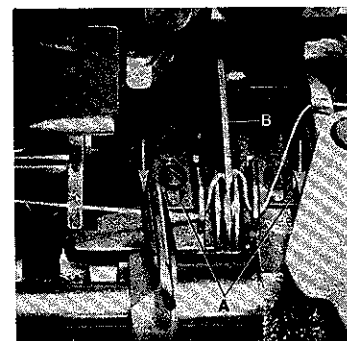

Fig.28
Moving eyelets (A, Fig. 28) in direction of the arrows to the front increases the amount of looper thread in the system, moving to the rear decreases the amount of thread in system.
The finger (B, Fig. 28) controls the looper thread after "cast-off", it prevents the looper thread from being wiped under the blade of the looper, when the looper moves from the right to the left. Set the finger (B) accordingly and make sure that it centers exactly between the take-up discs.
Durch Verschieben der Fadenführungen (A, Fig. 28) in Pfeilrichtung nach vorne wird mehr, durch Verschieben nach hinten wird weniger Greiferfaden abgezogen.
Der Finger (B, Fig. 28) kontrolliert den Greiferfaden nach dem "Abspringen", er verhindert, daß der Greiferfaden unter die Greiferklinge gezogen wird, wenn sich der Greifer von rechts nach links bewegt. Stellen Sie den Finger (B) entsprechend und beachten Sie, daß er genau mittig zwischen den Aufnehmerscheiben steht.